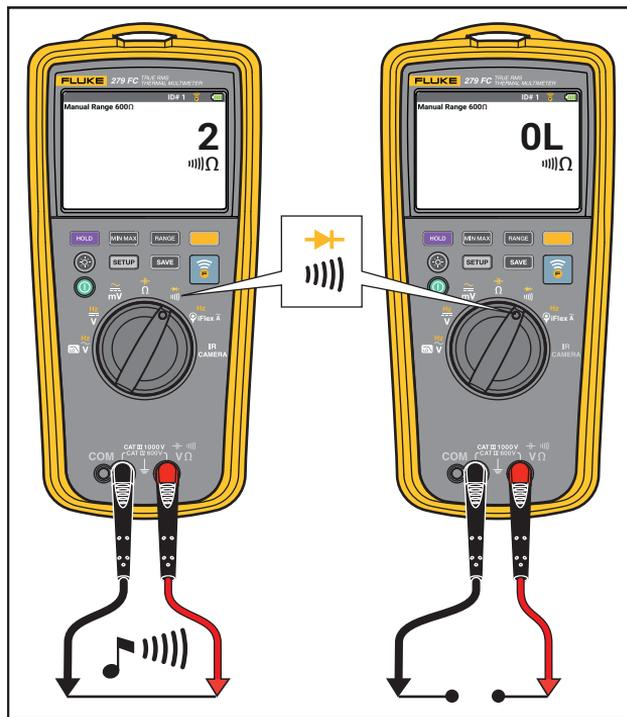

Abbildung 9. Durchgangsprüfungen
- Durchgangsprüfung, siehe Abbildung 9
Bei der Durchgangsprüfung ertönt ein akustisches Signal, wenn ein Kurzschluss festgestellt wird. Durch den Signalgeber können Durchgangsprüfungen ohne Blick auf die Anzeige durchgeführt werden. Siehe Abbildung 9.